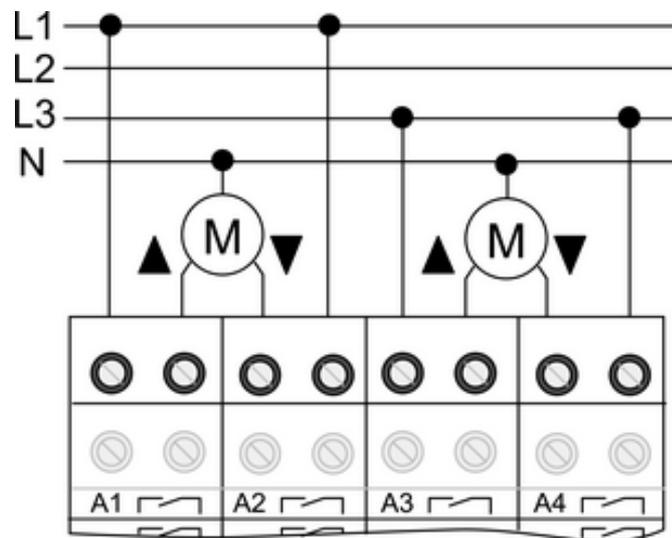

Figura 5
- Collegare gli azionamenti (figura 5).